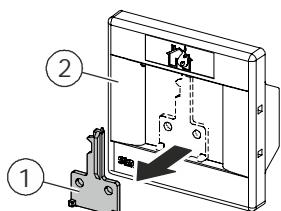

Fig. 1
1. Break the key (1) out of the housing cover (2). Keep the key (1) in a safe place (Fig. 1).
2. Determine the entry opening(s) in the back box (3).
1. Brechen Sie den Schlüssel (1) aus dem Gehäusedeckel (2) aus. Bewahren Sie den Schlüssel (1) sicher auf (Fig. 1).
2. Bestimmen Sie die Zuleitungsöffnung(en) im Gehäuseboden (3).